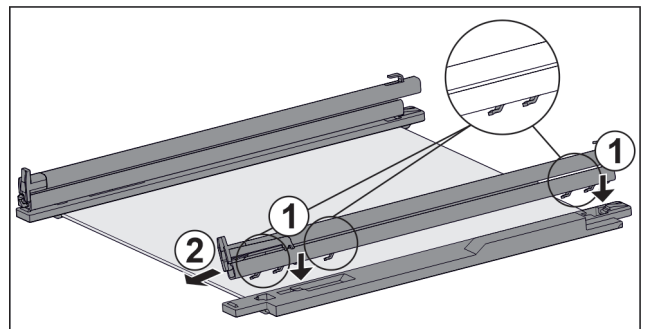

Fig. 104 Glasplatte mit Schienen und Halteteilen
- ▶ Haken der Schiene auf die Öffnungen des **linken** Halte- teils setzen. *Fig. 104 (1)*
- ▶ Schiene nach vorne ziehen. *Fig. 104 (2)*
- ▶ Haken der Schiene auf die Öffnungen des **rechten** Halte- teils setzen. *Fig. 104 (1)*